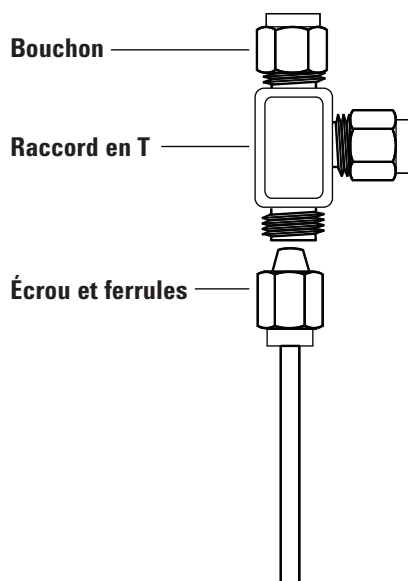

Figure 21. Raccord Swagelok en T
- 1 Coupez le tube à l'endroit où vous souhaitez installer le raccord en T. Raccordez le tube et le raccord en T au moyen d'un raccord Swagelok. Reportez-vous à la **Figure 21**.